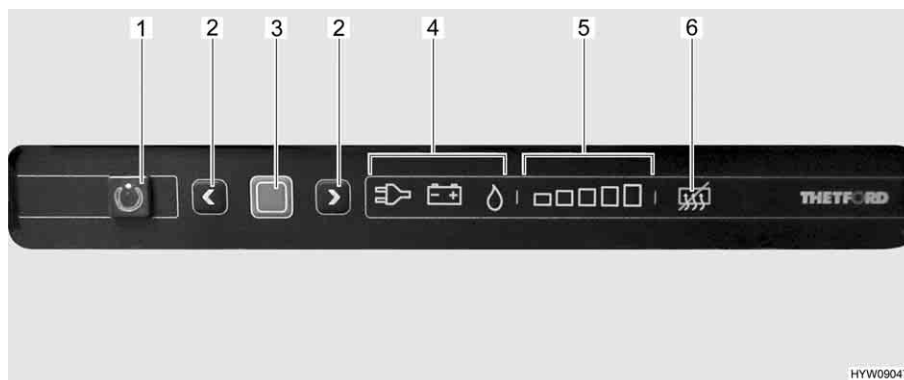

Fig. 184 Elementi di comando (frigorifero Thetford)
La modalità di funzionamento attuale è indicata da un simbolo luminoso (Fig. 184,4) sulla centralina di controllo.
Dopo l'accensione il frigorifero seleziona automaticamente la regolazione del termostato selezionata per ultimo. Questa impostazione può essere modificata manualmente con i tasti freccia (Fig. 184,2). Le barre luminose dell'indicatore del livello di refrigerazione (Fig. 184,5) visualizzano la temperatura selezionata sul termostato. Con i tasti freccia viene regolata la temperatura di refrigerazione per tutti i tre tipi di energia. Ci vogliono alcune ore prima che il frigorifero raggiunga la temperatura normale di esercizio. Cambiando la modalità di funzionamento la regolazione del termostato non viene modificata. La temperatura di refrigerazione è indipendente dal tipo di energia utilizzata.
- Premere il tasto On/Off (Fig. 184,1) per 1 secondo. Il tasto (Fig. 184,1) si illumina di verde. Dopo circa 10 secondi, l'indicatore viene attenuato per risparmiare energia.
- Premere il tasto di conferma (Fig. 184,3). L'impostazione attuale della modalità di funzionamento viene visualizzata.
- Se non è impostata la modalità di funzionamento a gas: Per modificare l'impostazione, premere il tasto di conferma (Fig. 184,3) per circa 2 secondi.
- Selezionare la modalità di funzionamento a gas con i tasti freccia (Fig. 184,2). L'alimentazione del gas è ora aperta. L'accensione avviene automaticamente. È udibile un ticchettio fino a quando procedura di accensione non è stata portata a termine.
- Premere il tasto di conferma (Fig. 184,3) per circa 2 secondi.
- Premere nuovamente il tasto di conferma (Fig. 184,3). Il livello di refrigerazione attuale viene indicato dalle barre luminose (Fig. 184,5).
- Per modificare l'impostazione, premere i tasti freccia (Fig. 184,2) fino a visualizzare l'impostazione desiderata.
- Premere il tasto On/Off (Fig. 184,1) per circa 2 secondi. Tutte le spie si spengono. Il frigorifero è spento.
- Se non è impostata la modalità di funzionamento 230 V: Per modificare l'impostazione, premere il tasto di conferma (Fig. 184,3) per circa 2 secondi.
- Selezionare la modalità di funzionamento 230 V con i tasti freccia (Fig. 184,2).
- Se non è impostata la modalità di funzionamento 12 V: Per modificare l'impostazione, premere il tasto di conferma (Fig. 184,3) per circa 2 secondi.
- Selezionare la modalità di funzionamento 12 V con i tasti freccia (Fig. 184,2).
- Premere contemporaneamente entrambi i tasti freccia (Fig. 184,2) e tenerli premuti per 2 secondi. Il simbolo di disattivazione della funzione anti-condensa (Fig. 184,6) si illumina.
- Premere di nuovo contemporaneamente entrambi i tasti freccia (Fig. 184,2) e tenerli premuti per 2 secondi. Il simbolo di disattivazione della funzione anti-condensa (Fig. 184,6) si spegne.